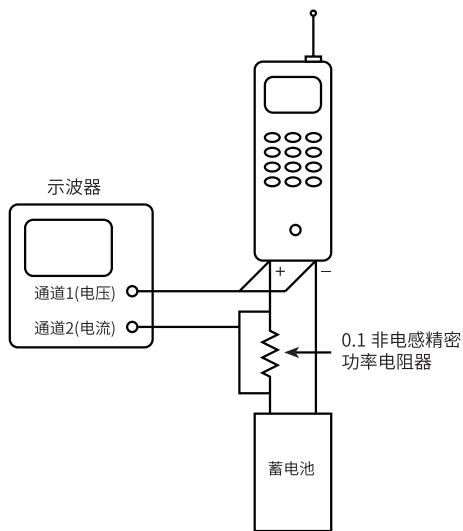

图 5. 用来计算电子电阻的蓄电池和手机连接示意图。
1. 通过 0.1Ω 电阻器，使用几英寸的粗号线把蓄电池连接到手机上，如图 5 所示。